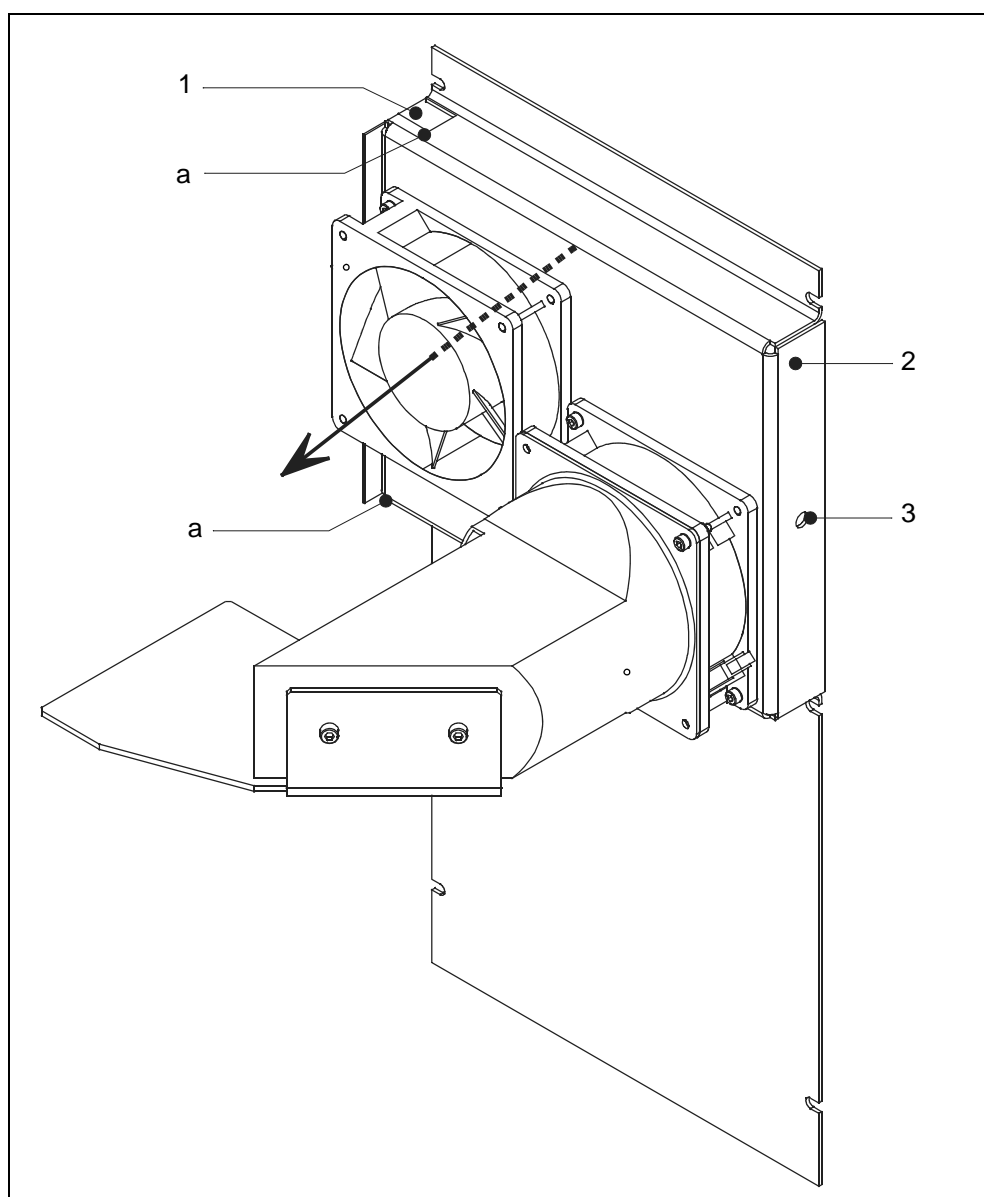

Fig. 9-2 Sostituire parete chassis filtro dell'aria
- Afferrare l'inserto del filtro con due dita negli incavi illustrati in Fig. 9-2/a ed estrarlo dalla guida. Se ciò non fosse possibile, premere in avanti il filtro attraverso il foro posteriore Fig. 9-2/3.
- Quando si inserisce il nuovo inserto del filtro dell'aria osservare la direzione di aerazione. Qui sopra in Fig. 9-2 è rappresentata da una freccia nera.